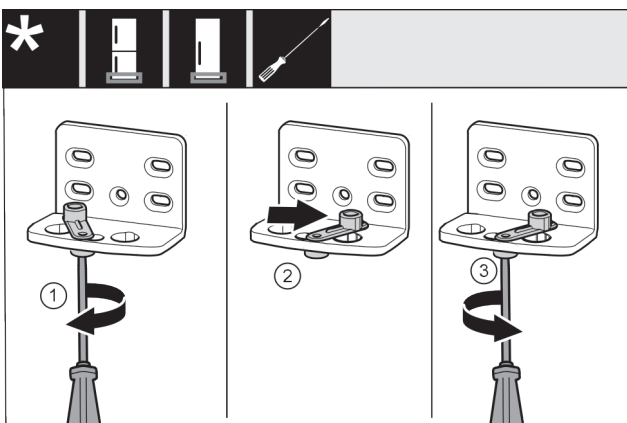

Fig. 16
- Schroef Fig. 16 (1) met een schroevendraaier losdraaien.
- Deursluit hulp Fig. 16 (2) optillen en 90° naar rechts in de boring draaien.
- Schroef Fig. 16 (3) met een schroevendraaier vastschroeven.